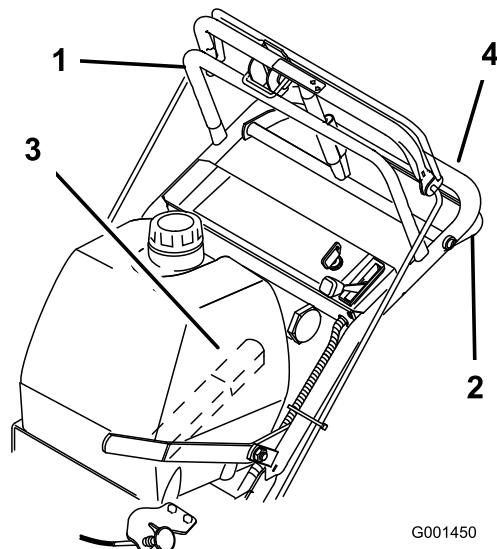
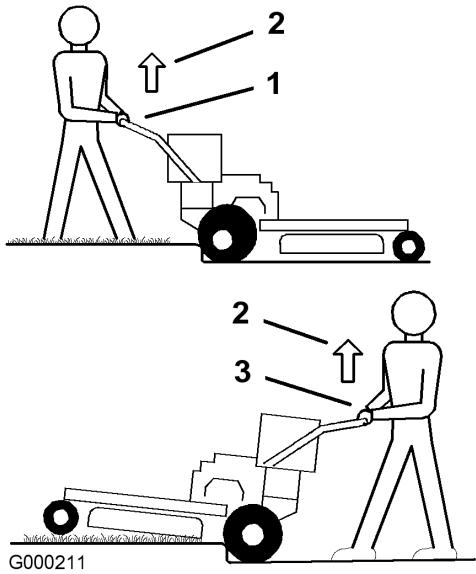
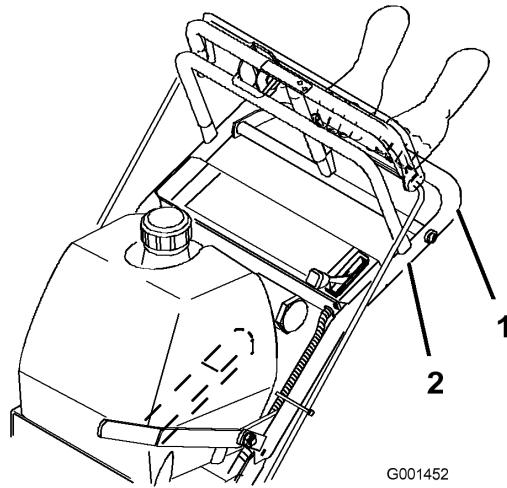

Figure 9
Figure 10
Figure 11
1. Pour vous déplacer en marche avant, sélectionnez une vitesse en marche avant (Figure 9).
3. Appuyez lentement sur la barre de commande supérieure pour avancer (Figure 9).
Pour vous déplacer en ligne droite, appliquez une pression égale aux deux extrémités de la barre de commande supérieure (Figure 9).
Pour tourner, relâchez la pression sur le côté de la barre de commande supérieure dans la direction que vous voulez prendre (Figure 9)
3. Rapprochez lentement la barre de commande inférieure de la partie inférieure du guidon pour vous déplacer en marche arrière (Figure 9).
3. Conduisez la machine jusqu'à ce que les roues pivotantes rencontrent la bordure (Figure 10).
4. Appuyez sur le guidon pour soulever l'avant de la machine (Figure 10).
5. Conduisez la machine jusqu'à ce que les roues motrices rencontrent la bordure (Figure 10).
6. Abaissez l'avant de la machine (Figure 10).
7. Engagez la barre de commande inférieure et soulevez la partie inférieure du guidon simultanément pour monter sur la bordure (Figure 9 et Figure 10).
3. Conduisez la machine jusqu'à ce que les roues motrices rencontrent la bordure (Figure 10).
4. Engagez la barre de commande inférieure et soulevez la partie inférieure du guidon simultanément (.Figure 9 et Figure 11).